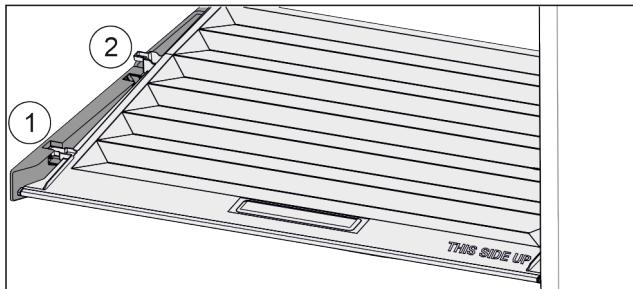

Fig. 115
- Издърпайте напред Fig. 115 (1) капака до отвора в задържащите части.
- Повдигнете го отзад отдолу и отстранете Fig. 115 (2) нагоре.